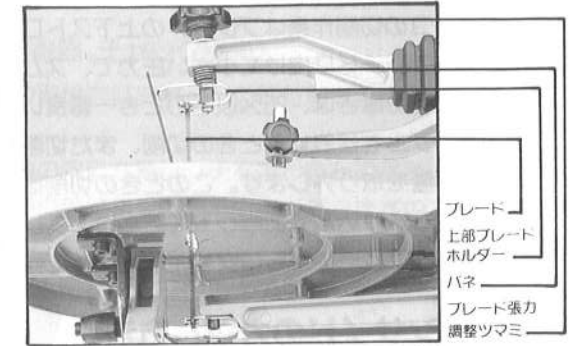

図7
- ⑤ブレードガイドのネジを調整して、ブレードガイドを、ブレードに軽く接触するまで調整して締めつけて下さい。
- ⑥テーブル上の工具や他の物を収納整理して下さい。
- ⑦電源スイッチを「ON」にして、ブレードがスムーズに運転するかご確認の上、切削を開始して下さい。
■ブレードの取りはずし (図7参照)